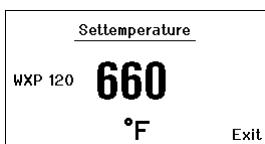

Fig. 13
1. Mantener pulsado el selector deseado **6** ó **13**. La temperatura de referencia actual aparecerá en la pantalla (véase la Fig. 13).
2. Ajustar la temperatura de referencia deseada mediante el selector giratorio (7).
3. Confirmar el valor pulsando la tecla Enter (8).